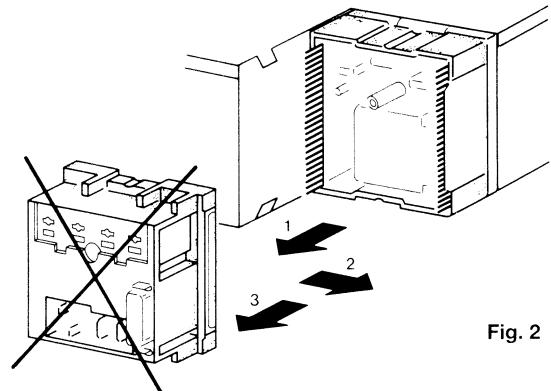

Fig. 2
2. Anschlußkästchen herausziehen, siehe Fig. 2.
2. Pull out the connection box, see fig. 2.
2. Retirer la boîte de jonction, voir fig. 2.
2. Tire la caja de conexión, véase fig. 2.